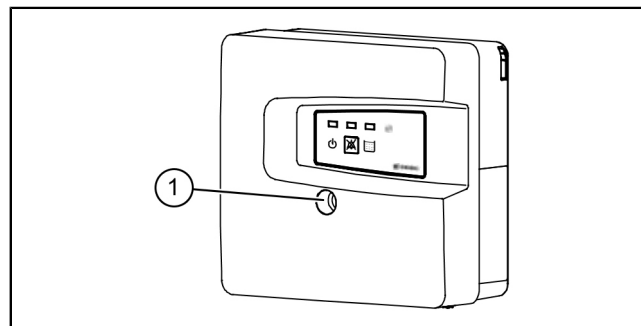

Fig. 5: Ouvrir le boîtier
- ▶ Ouvrir le couvercle du boîtier **4** (cf. "Fig. 5: Ouvrir le boîtier", page 60).